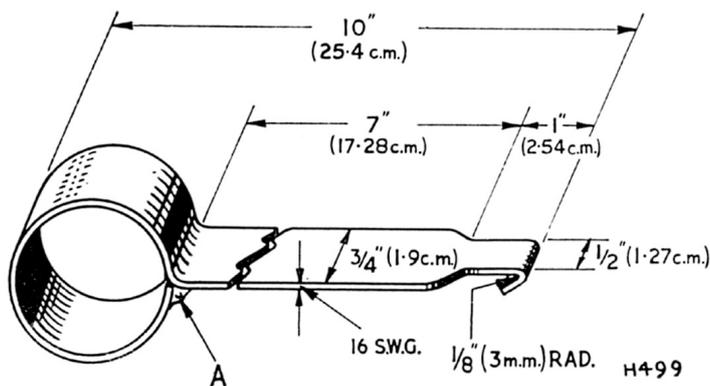

Fig. 75. Outil de montage du joint de vitre
Un outil facile à fabriquer (Fig. 75) est nécessaire pour replacer le joint de vitre par l'intérieur de la portière comme suit :
- (a) Le joint intérieur (85) peut être remplacé avec la vitre en position basse normale.
- (b) Pour remplacer le joint extérieur (84), retirer le renfort (54) du panneau intérieur et abaisser la vitre le plus loin possible. Le renfort est fixé par deux vis cruciformes situées en-dessous du support à la base de la portière.
- (c) En maintenant le joint en place, positionner une attache par-dessus le bord du panneau de portière et le joint. En utilisant l'outil décrit Fig. 75, tirer fermement l'attache et recommencer l'opération avec les autres attaches. L'outil spécial peut être utilisé pour changer n'importe toute attache devant être remplacée.